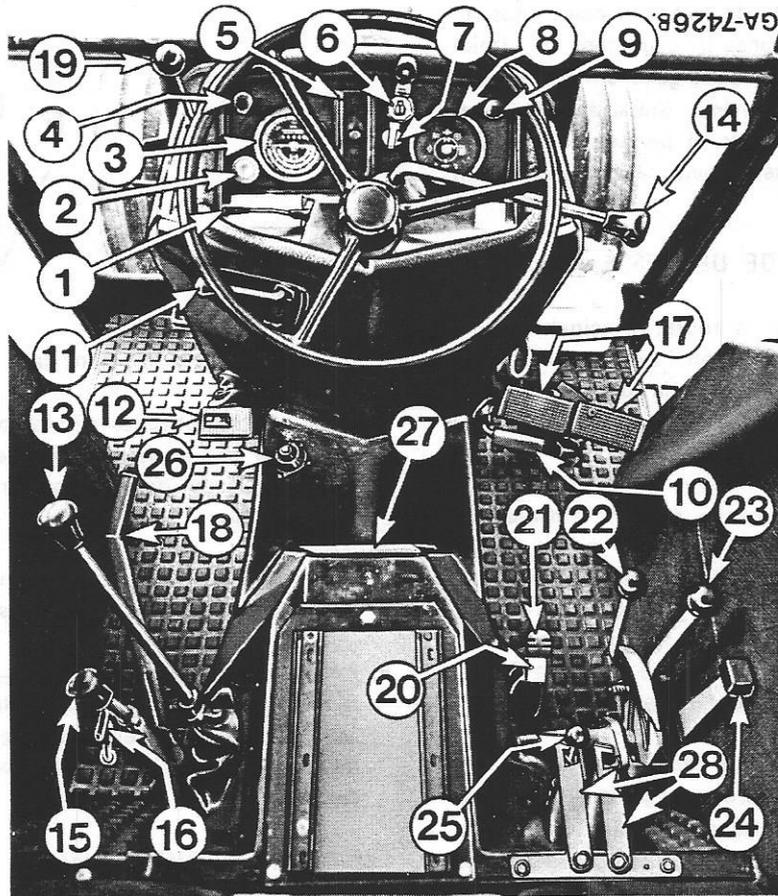

Figure 4
INSTRUMENTS - fig. 4 CONTACTEUR DE CHANGEMENT DE DIRECTION ET DE FEUX DE CROISEMENT (1)
LEVIERS DE COMMANDE - fig. 4